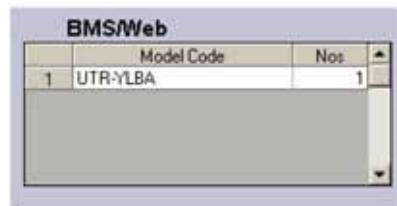

Рис. 6.5.2
2 При нажатии на кнопку "BACnet" (2) ПДУ для выбранной системы 8 будут отображены в окне 10, см. рис. 6.5.2.